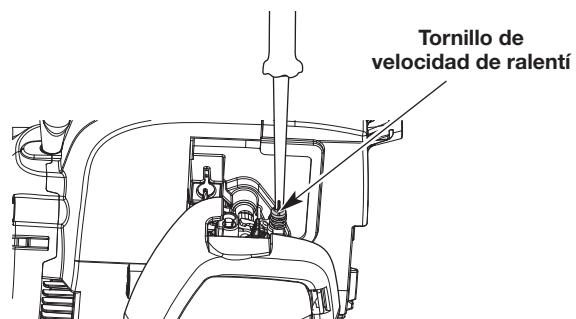

Fig. 18
- Si el motor se para, use un destornillador Phillips pequeño para girar el tornillo de velocidad de ralentí en el sentido de las agujas del reloj, 1/8 de giro cada vez (según sea necesario) hasta que el motor funciona al ralentí de manera uniforme (Fig. 18).
- Si el motor funciona al ralentí demasiado rápido, gire el tornillo de velocidad de ralentí en el sentido contrario de las agujas del reloj, 1/8 de giro a la vez (según sea necesario) para reducir la velocidad de ralentí (Fig. 18).